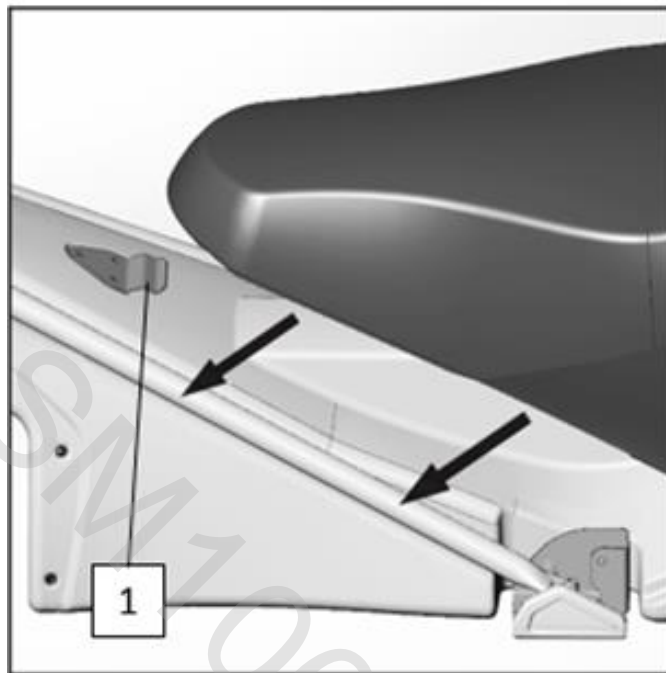

Рис. 28
1. Заведите сиденье на фиксатор – пластину (поз. 1, рис. 28). Предварительно поднимите заднюю часть сиденья на 15 см.